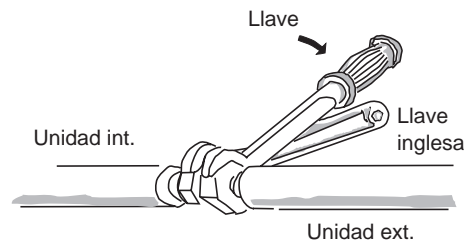

Fig. 7-6
- Para apretar las tuercas utilice siempre una llave y contra-llave. (Fig. 7-6) Todo apriete excesivo de las tuerca « Flare » puede dañar los mandriles y provocar fugas.